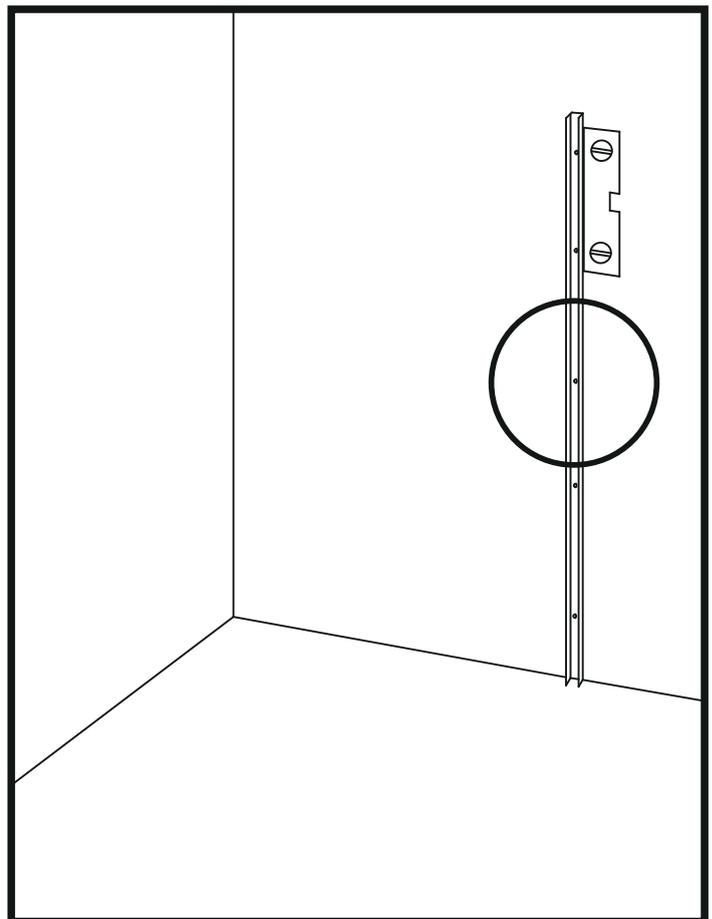

Abbildung 2
2. Legen Sie das Scharnierstangenprofil mithilfe einer Wasserwaage senkrecht an die Wand, sodass die Kante bündig mit dem Fußboden abschließt. (Abbildung 2)